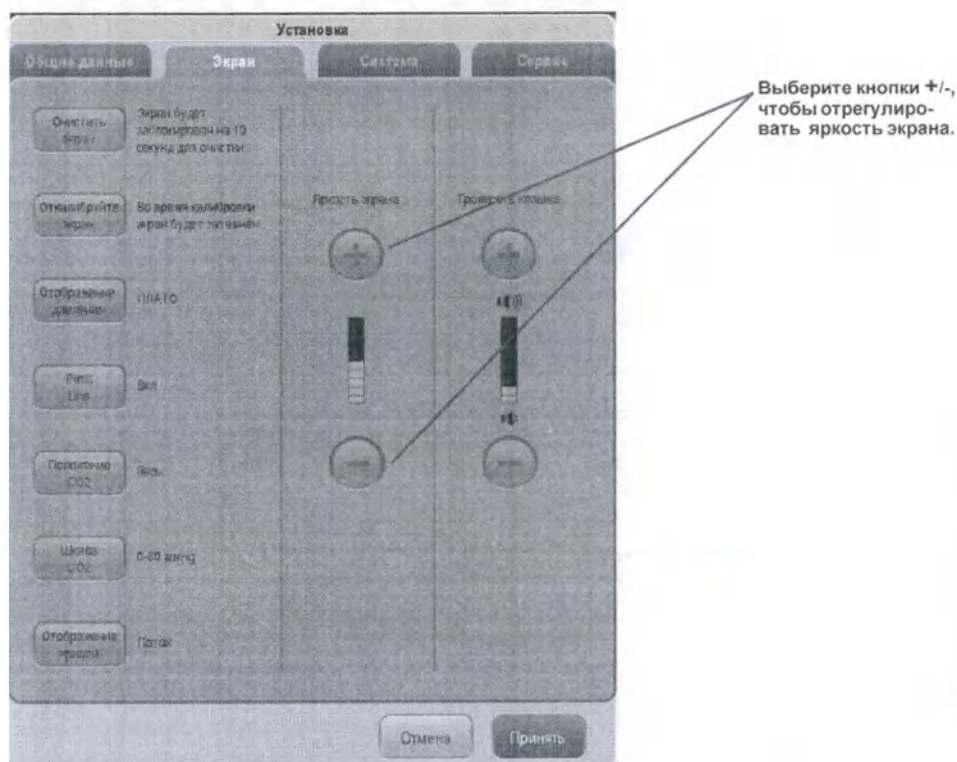

РИС. 3-30 Вкладка «Дисплей» системы А5: область «Яркость экрана»
1. Выберите экранную клавишу **Установка** > вкладку **Дисплей** (РИС. 3-30).